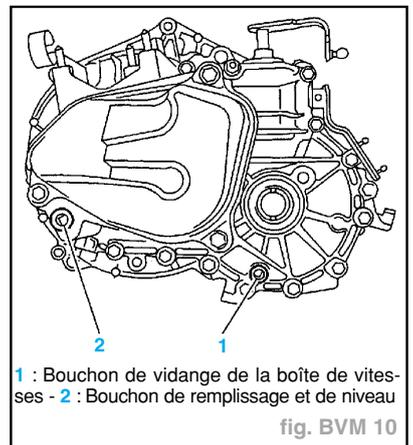

fig. BVM 10
**POSITION** (Fig. BVM 10)
- Le remplissage se fait jusqu'à débordement par l'orifice de remplissage (2) (fig. BVM 10).